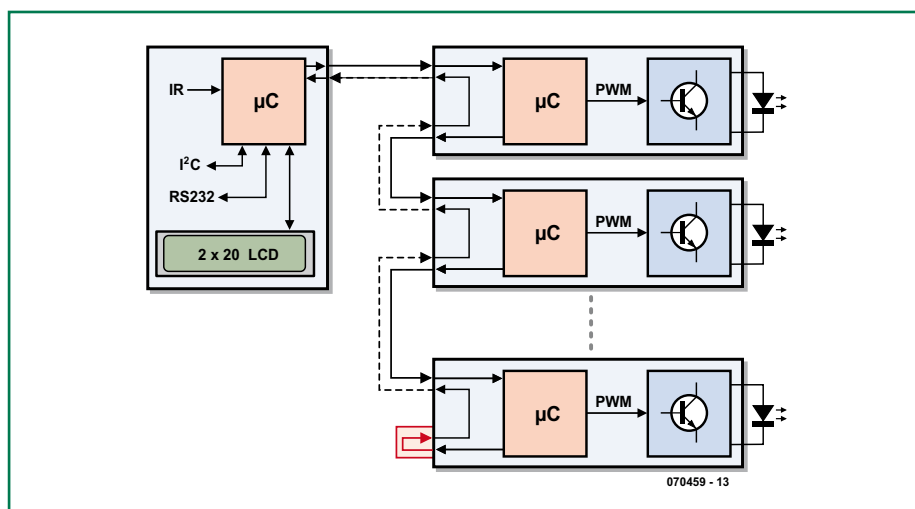

Figure 1. Synoptique d'un système complet. Une triplette de modules de puissance est reliée à une unité centrale.
Le montage comporte deux platines : une unité centrale et un module de puissance (figure 1). Une telle unité
La figure 1 illustre, à titre d'exemple, une unité centrale attaquant une chaîne de 3 modules de puissance. L'unité centrale comporte un registre de décalage en entrée et un autre en sortie, chacun des modules de puissance disposant lui d'un registre à décalage en entrée. En sortie on a transfert du signal en aval, ce qui implique la présence d'une fiche de terminaison de ma-
On voit, dans le bas de la **figure 1**, la transmission d'un octet. Le bit de départ long d'un demi-bit en premier, puis un signal « 0 » de même taille. On a ensuite le bit de commande de la longueur d'un bit suivi des bits 7 à 0. Le bit de commande indique s'il s'agit d'une instruction (1) ou de données (0). En sortie, une instruction est envoyée immédiatement de manière à attendre tous les modules de puissance quasi-simultanément. Dans le cas de données, on transmet le contenu du registre à décalage interne. On ne procède pas alors à une saisie complète du registre à décalage, mais les données sont retransmises à la sortie immédiatement après le bit de départ. Ceci se traduit par un décalage de la durée d'un bit par module de puissance, situation expliquée dans l'encadré « Bits au détail ».